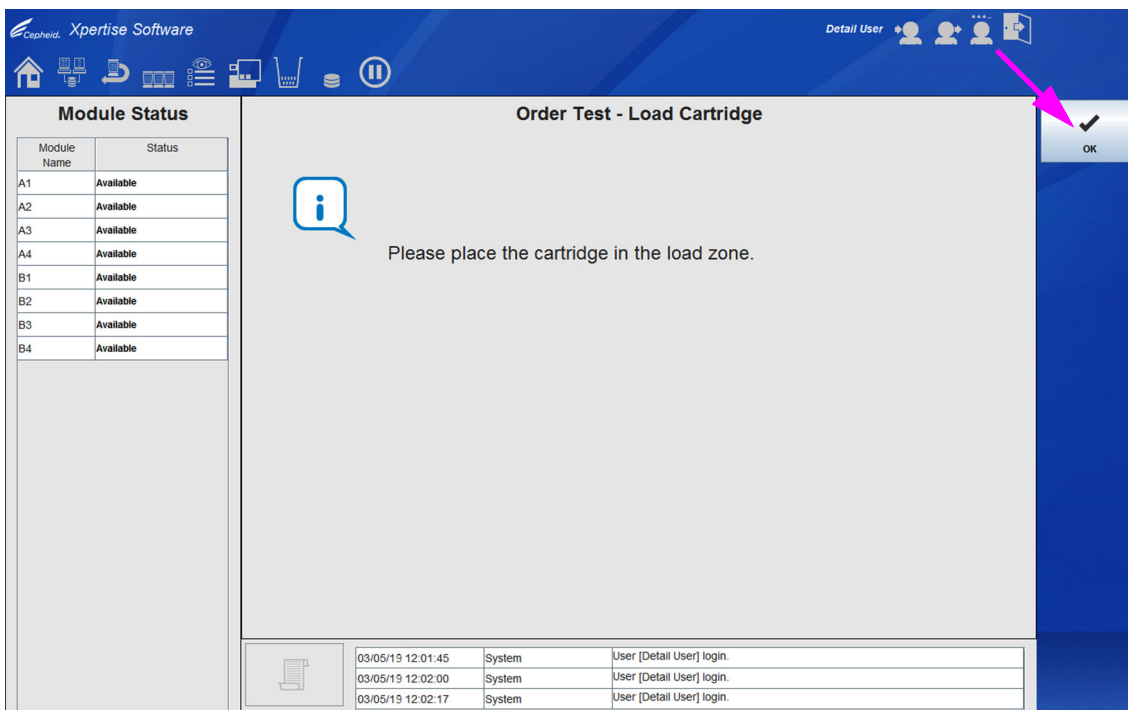
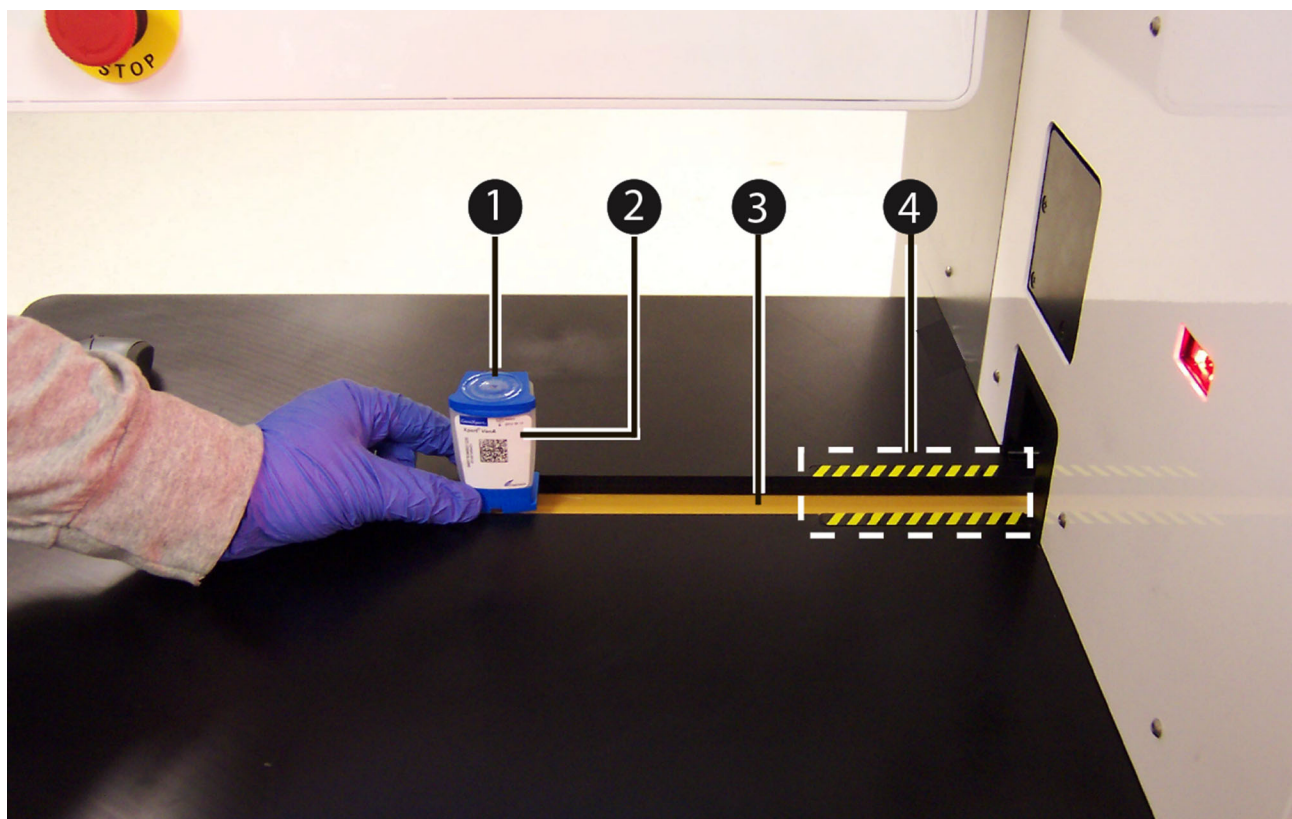

图 5-168. 指令测试 - 装入检测盒 (Order Test - Load Cartridge) 工作区
图 5-169. 将检测盒放在传送带上
5. 根据需要输入其他信息或备注，然后选择**提交 (SUBMIT)** 按钮。显示指令测试 - 装入检测盒 (Order Test - Load Cartridge) 工作区。请参见图 5-168。
7. 按照指令测试 - 装入检测盒 (Order Test - Load Cartridge) 工作区中的指示 (请参见图 5-168) 和图 5-169所示，将检测盒 (1) 装入 (或放在) 黄黑相间线 (4) 外侧的传送带 (3) 装入区。确保将检测盒的标签 (2) 朝向自己放在传送带上。传送带将检测盒送入系统内。平移式机械臂将检测盒放入可用的 GeneXpert 模块中。
8. 选择**确定 (OK)** 按钮以开始测试。请参见图 5-168。